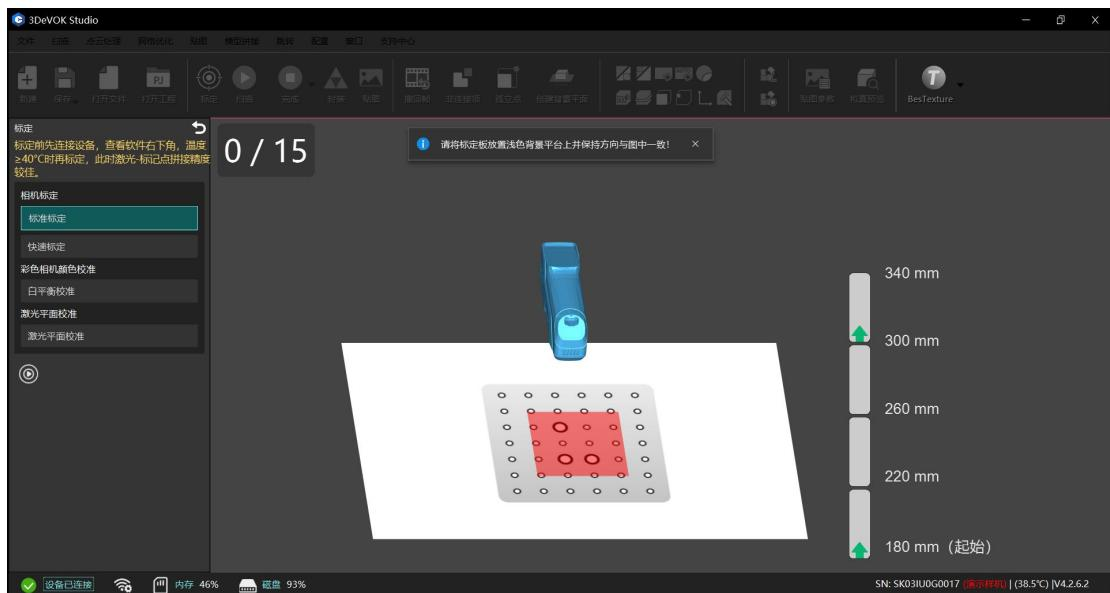

图 6-2 标准标定软件截图示意图
2、点击 **标定**，选择“标准标定”，按照指引步骤进行标定（如图 6-2 所示）。